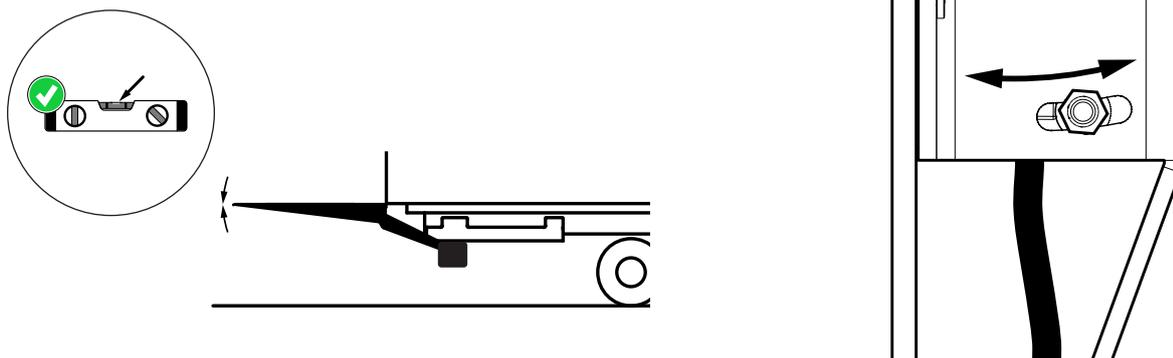

Figura 39. Ajuste del ángulo de basculamiento automático
1. Aflojar los dos tornillos sin desenroscarlos del todo, véase Figura 39.
2. Ajustar la posición del sensor de ángulo en el ángulo deseado, véase Figura 39.